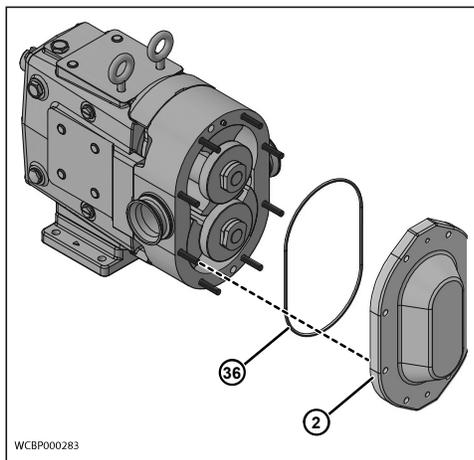

Ilustración 32 - Quitar la junta tórica
2. Retirar la cubierta (2). Si está atascada, aflójela con un martillo blando. Retire y deseche la junta tórica de la cubierta (36) (Ilustración 32).